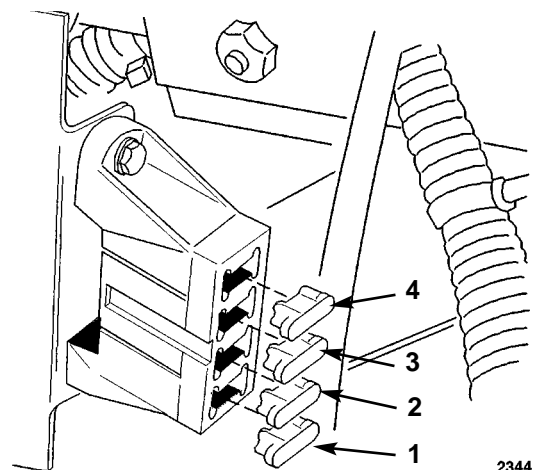

Bild 34
Das Schaltsystem der Maschine wird durch Sicherungen geschützt. Das System selbst ist wartungsfrei, sollte jedoch eine Sicherung springen, das/den betroffene Bauteil/ Schaltkreis auf Defekt oder Kurzschluß prüfen. Zum Sicherungswechsel, die Sicherung herausziehen (Bild 34), um diese entweder zu entfernen oder zu wechseln.
1. An beiden Seiten ihrer Unterseite hat die Birne Metallstifte. Diese mit den Auskerbungen in der Birnenfassung abstimmen und die Birne in die Fassung eindrücken (Bild 34). Die Birne unter Druck im Uhrzeigersinn bis zum Anschlag drehen.